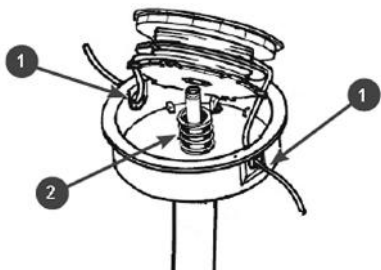

Рис. 18. Установка катушки
7. Установите корпус на выходной вал (Рис. 18). Проденьте концы корда в отверстия 1 на корпусе триммерной головки и установите катушку с кордом в корпус головки (Рис. 18).
Не забывайте установить пружину 2 под катушку с кордом (Рис. 18).